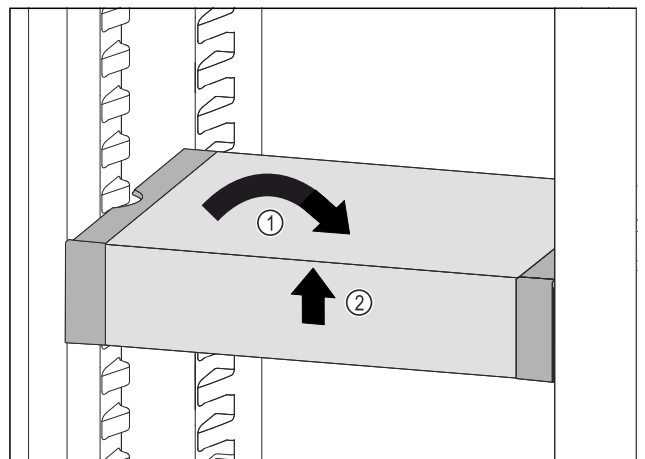

Fig. 74
- ▶ Collocare VarioSafe in maniera dritta. Fig. 74 (1)
- ▶ Sollevare VarioSafe dal lato anteriore. Fig. 74 (2)